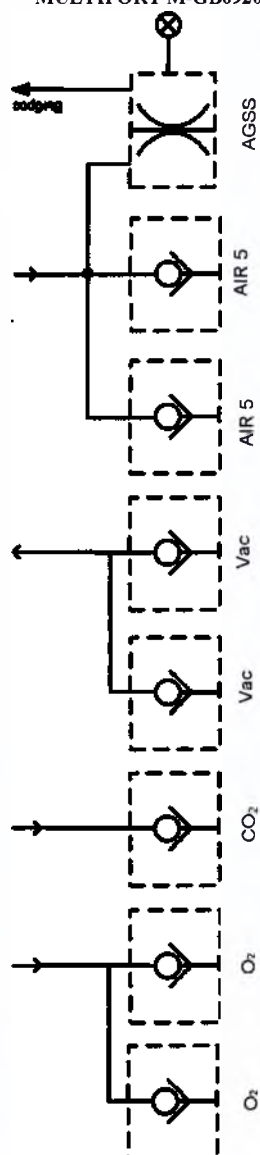

Рис. 2 Пневматическая схема настенной консоли
- 6.1. Общий вид и составные части медицинского изделия Рис. 1, пневматическая схема консоли приведена на Рис. 2, электрическая - на Рис. 3.